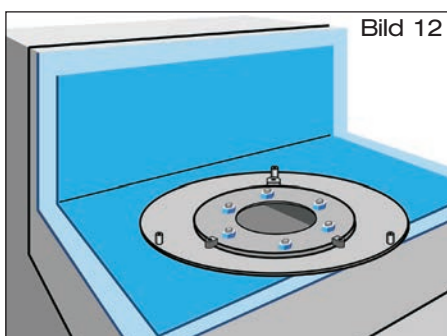

Bild 12
3.4 Bodenplatte auf Dachdichtungsbahn aufsetzen. Dachdichtungsbahn mit Bodenplatte, Losflansch und beiliegenden Schrauben verkleben (Bild 12).